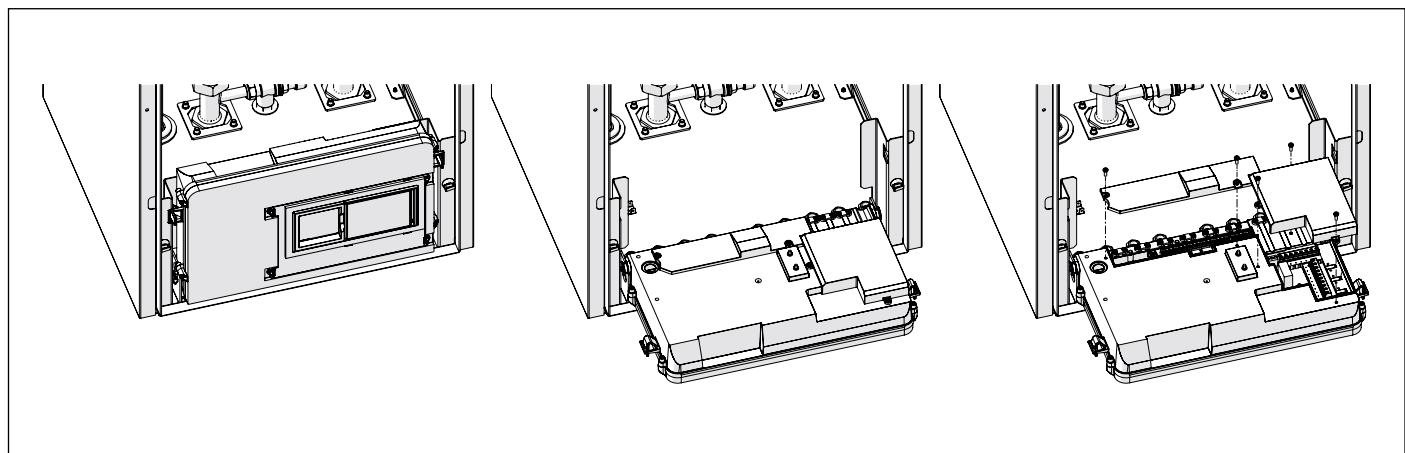

Fig. 27 Caixa elétrica
- Rode a caixa elétrica avante de 90° (veja Fig. 27 Caixa elétrica).
- Retire as duas tampas de cobertura das ligações elétricas externas (A e B), desatarraxando os parafusos que as fixam à caixa elétrica (veja Fig. 27 Caixa elétrica).